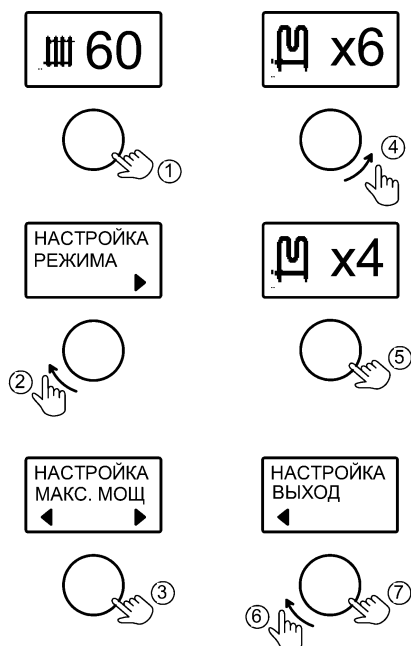

Рисунок 10. Настройка мощности котла
10.2 Во вкладке **«МАКС. МОЩНОСТЬ»** - имеется возможность ограничения значения максимальной мощности котла (см. рис. 10). При этом изменяется максимальное количество включаемых в работу ТЭНов.